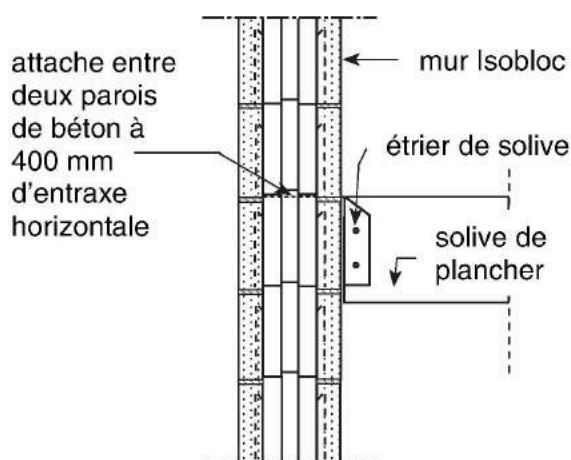

Figure 4. « Isobloc » avec détails d'installation de l'étrier de solive
- Lorsque des étriers de solives sont posés sur un mur « Isobloc », les dispositifs de fixation doivent être installés entre les deux parois à 400 mm d'entraxe conformément aux détails présentés à la figure 4. Les dispositifs de liaisonnement doivent être conformes aux exigences de la norme CSA A370-94, "Crampons pour maçonnerie"